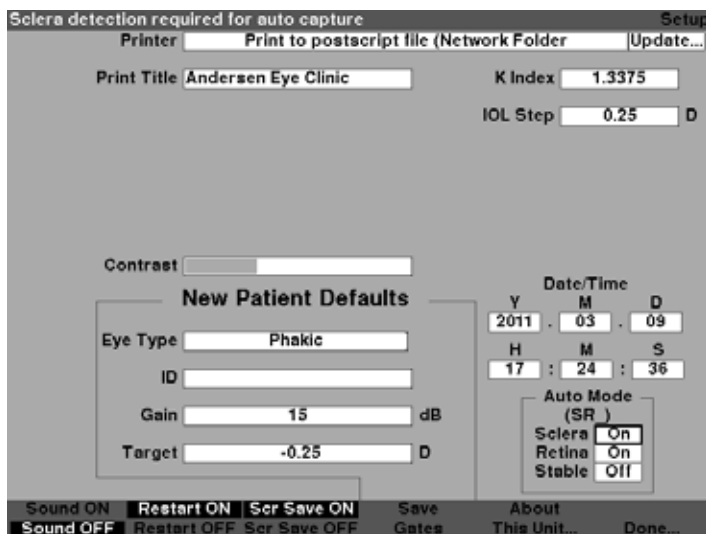

Figura 5-71 Modo automático - “Esclera” ligado
- Pressione o botão giratório ou o botão $\sqrt{\quad}$ para salvar a configuração ajustada e desativar o campo conforme mostrado na Figura 5-71.